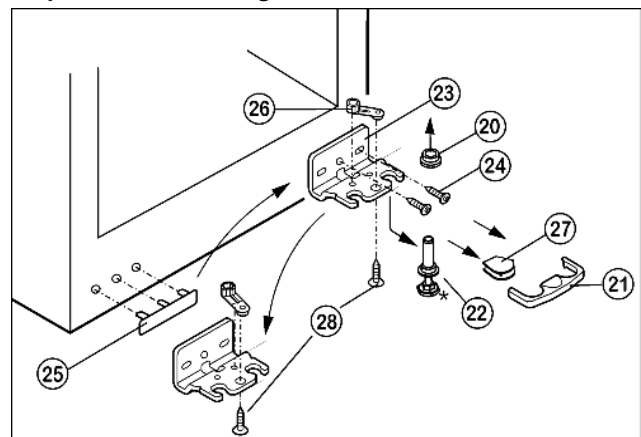

Fig. 9
- ▶ Retire hacia delante el seguro Fig. 9 (21).
- ▶ Retire la cubierta Fig. 9 (27)*.
- ▶ Enrosque totalmente la pata de ajuste Fig. 9 (22).
- ▶ Retire el perno de cojinete Fig. 9 (22) hacia abajo y hacia delante. Al hacer esto, preste atención al casquillo de bisagra Fig. 9 (20).
- ▶ Desatornille el soporte de cojinete Fig. 9 (23)(2 Torx 25) Fig. 9 (24).
- ▶ Desatornille la pieza de cojinete Fig. 9 (26)(1 Torx 25) Fig. 9 (28) y cámbiela al orificio de alojamiento opuesto del soporte de cojinete, volviéndola a atornillar.
- ▶ Desmonte con cuidado la cubierta Fig. 9 (25) en el lado del tirador y cámbiela de sitio.
- ▶ Vuelva a atornillar el soporte de cojinete *Fig. 9 (23)* en el nuevo lado de la bisagra a través del agujero oblongo exterior y el agujero redondo; dado el caso, utilice un destornillador de batería.
- ▶ Coloque la cubierta *Fig. 9 (27)* en el lado opuesto.*
- ▶ El seguro (21) debe encajar lateralmente en el soporte de cojinete para que el perno de cojinete y, por tanto, la puerta estén protegidos.
- ▶ Vuelva a encajar el seguro (21) en el soporte de cojinete.
- ▶ Coloque el casquillo de bisagra *Fig. 9 (20)*.
- ▶ Coloque la puerta desde arriba sobre el perno de cojinete inferior *Fig. 9 (22)*.
- ▶ Desenrosque el tornillo intermedio del soporte de cojinete inferior *Fig. 9 (23)*.*
- ▶ Cambie el tornillo intermedio del soporte de cojinete inferior *Fig. 9 (23)* al agujero oblongo libre.*
- ▶ Dado el caso, alinee la puerta a través de los dos agujeros oblongos en el soporte de cojinete inferior *Fig. 9 (23)* a ras de la carcasa del aparato.